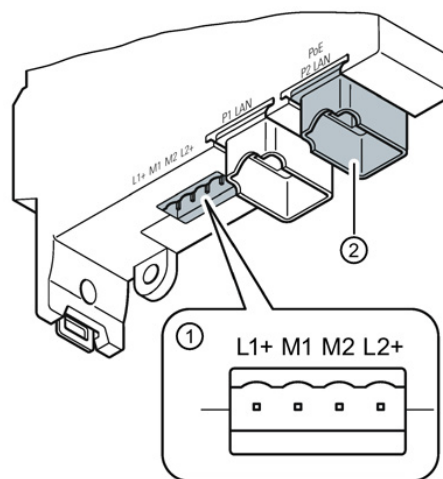

Abb. 59: Transceiver Anschluss für Ethernet
4. Ethernet-Stecker (RJ45) in die Buchse P1 oder P2 (2) am Transceiver einstecken (siehe Abb. 59).